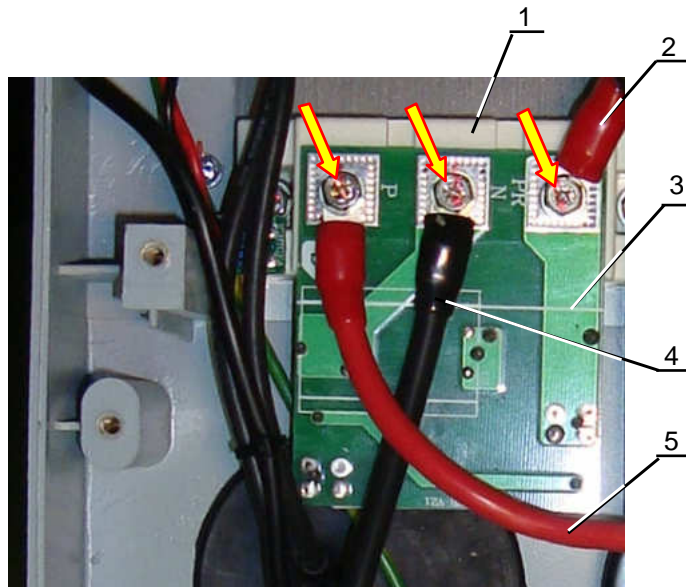

Рис. 7.14
7.7.8. Взять плату модуля динамического торможения (табл.4.1, поз.5; рис.7.14, поз.3), установить ее на модуль 1, совместив отверстия в плате с отверстиями силовых контактов модуля (рис.7.14).
7.7.9. Взять красный провод «PR» (табл.4.1, поз.21; рис.7.14, поз.2), прикрутить винтом M5x12 наконечник провода «PR» к контакту «PR» платы и к модулю (рис.7.14).
7.7.10. Взять черный провод «-» (табл.4.1, поз.21; рис.7.14, поз.4), прикрутить винтом M5x12 наконечник провода «-» к контакту «N» платы и к модулю (рис.7.14).
7.7.11. Взять красный провод «+» (табл.4.1, поз.21; рис.7.14, поз.5), прикрутить винтом M5x12 наконечник провода «+» к контакту «P» платы и к модулю (рис.7.14).